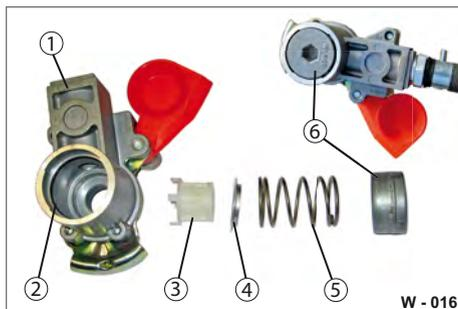

Abb. 18 Kupplungskopf zerlegt
- ▶ Drücken Sie den Deckel (Abb. 18/6) mit einem Innensechskant, bis zum Anschlag in das Gehäuse (Abb. 18/1) ein. Drehen Sie den Innensechskant um 90°. Deckel öffnet sich.
- ▶ Entnehmen Sie die Feder (Abb. 18/5), den Metallring (Abb. 18/4) und den Filter (Abb. 18/3) aus dem Gehäuse.
- ▶ Prüfen Sie die Dichtung (Abb. 18/2) auf Beschädigungen, Vorhandensein. Ersetzen Sie beschädigte Dichtungen.